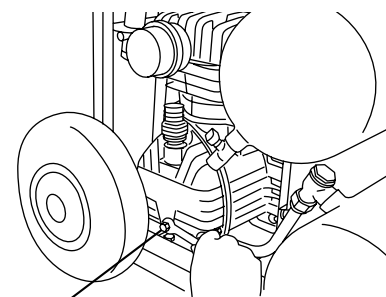

Fig. 11
- (1) Au plus tard après les 50 premières heures d'utilisation, effectuer un changement complet de l'huile de la pompe. Dévisser le bouchon de vidange du carter, vidanger complètement l'huile et remettre le bouchon en place (Voir Fig. 1 et Fig. 11).